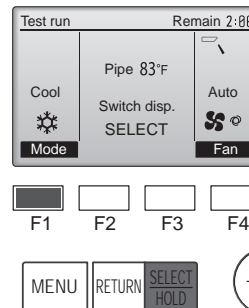

Fig. 7-6
- ① Pulse el botón [F1] para recorrer los modos de funcionamiento, siguiendo el orden de "Cool" (Frío) y "Heat" (Calor). (Fig. 7-6)